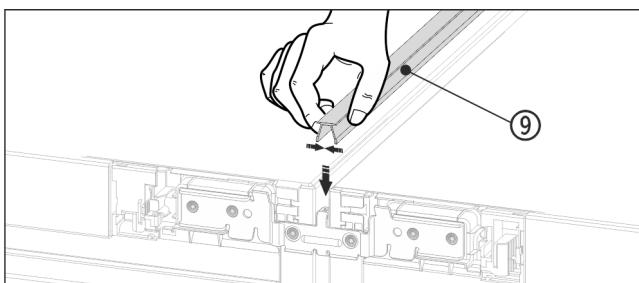

Fig. 19
- ▶ Na zgornji stranki potisnite kratko zaključno letv Fig. 19 (9) v vodoravno režo.